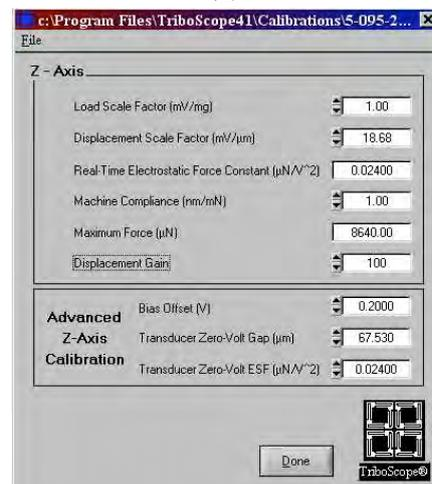

図 11
8. 図 11 のウィンドウが表示されたら、Displacement gain を